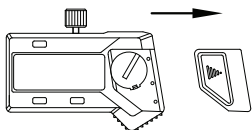

fig.1
1. Installer la pile:---Retirer le couvercle de la pile (fig.1)